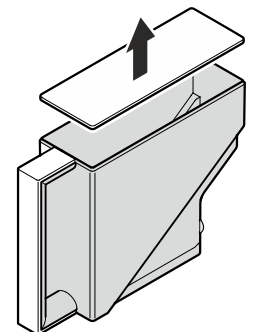

Figure 23
2. Retirer le couvercle et remplir le réservoir avec de l'eau (Figure 23).